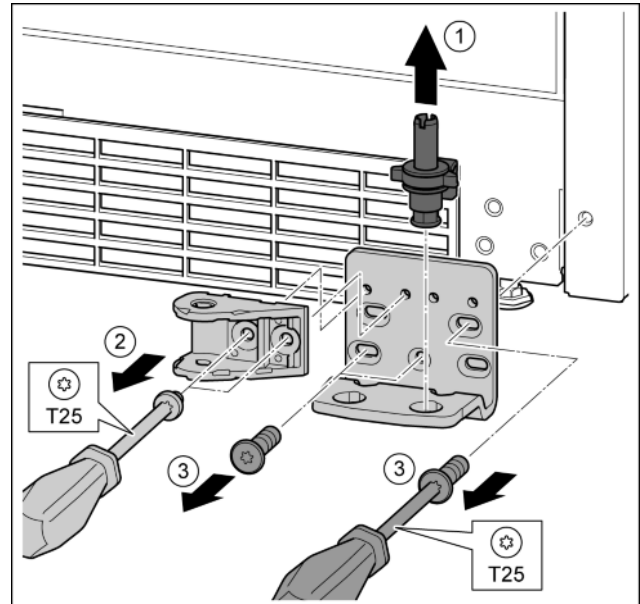

Fig. 27
- ▶ Опорный палец полностью извлечь движением вверх. Fig. 27 (1)
- ▶ Открутить винты отверткой T25 и снять опорный кронштейн. Fig. 27 (2)
- ▶ Открутить винты отверткой T25 и снять опорный кронштейн. Fig. 27 (3)